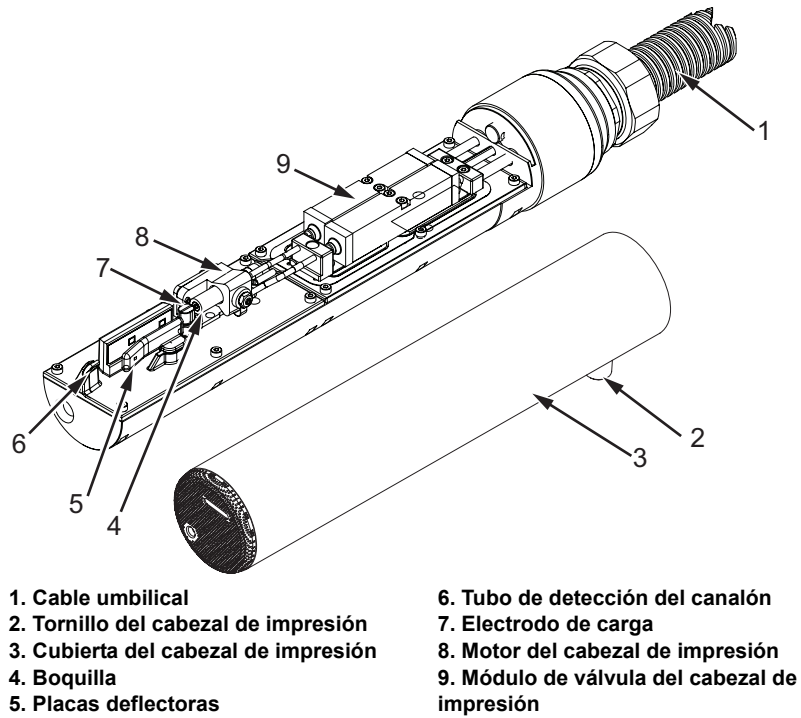
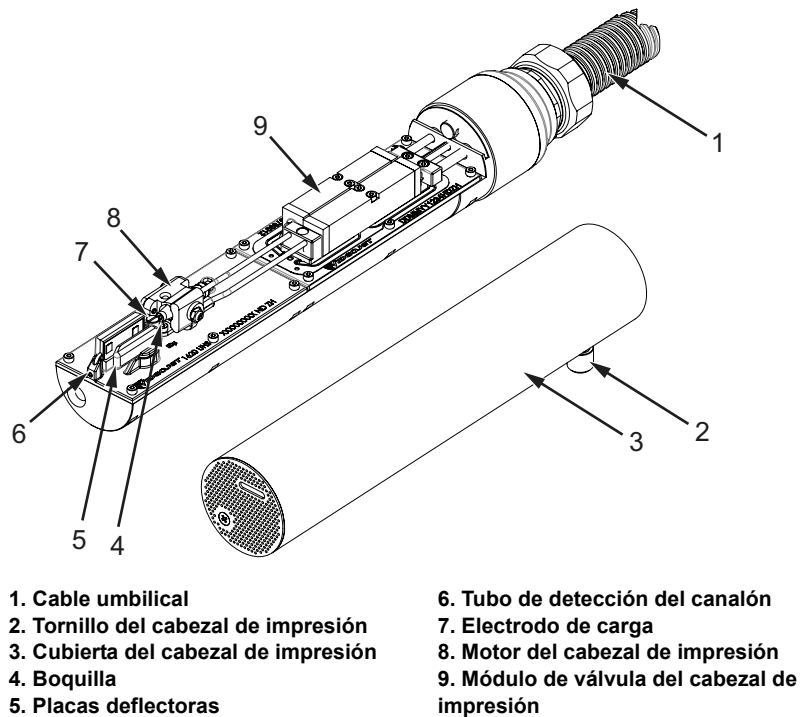

Figura 6-4: Cabezal (Videojet 1650)
Figura 6-5: Cabezal (Videojet 1650 UHS)
- 3 Afloje el tornillo del cabezal de impresión (elemento 2, Figura 6-4 en la página 6-9) y extraiga la cubierta del cabezal (elemento 3).
- Tubo de detección del canalón (elemento 6, Figura 6-4 (Videojet 1650) y Figura 6-5 en la página 6-9 (Videojet 1650 UHS))